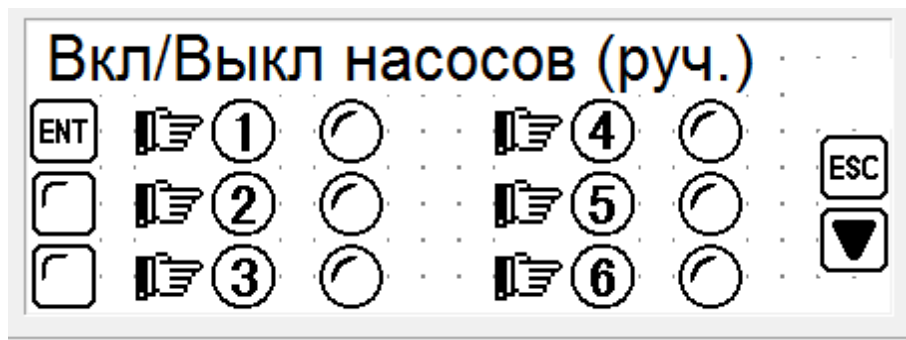

рис.16
3.16. Окно включения /выключения в «Ручном режиме» насосов с отображением состояния GSM канала связи. Для включения насоса надо нажать соответственно кнопку. Горящий индикатор подчеркивает состояние задания управления- т.е задание на включение. Для возврата назад нажимаем кнопку «ESC. См. рис.16.